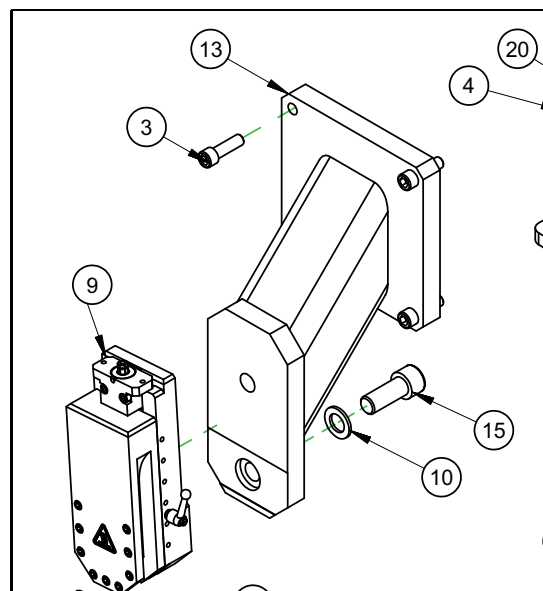

FIGURE 4-39. ADAPTATEUR DE L'ENSEMBLE DE TÊTE D'OUTIL
4. Fixez l'ensemble de tête de fraisage à l'adaptateur (voir la Figure 4-39, illustré à la Figure A-27 à la page 146).